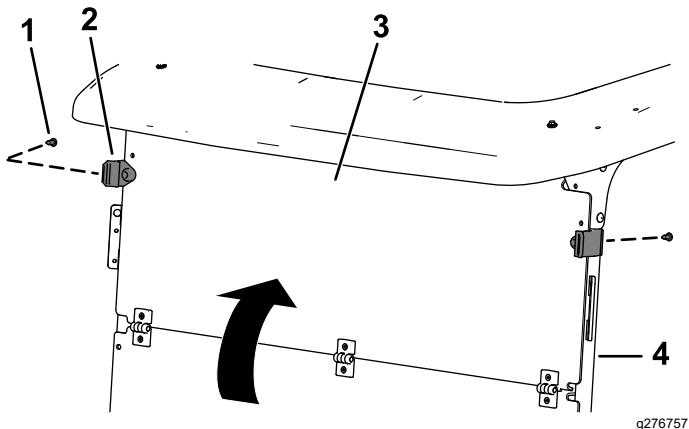

Figure 7
2. Dépliez le pare-brise et fixez la partie supérieure aux tubes de support de l'abri au moyen de 2 pinces en caoutchouc et de 2 rivets en plastique courts insérés dans les trous inférieurs (Figure 7).